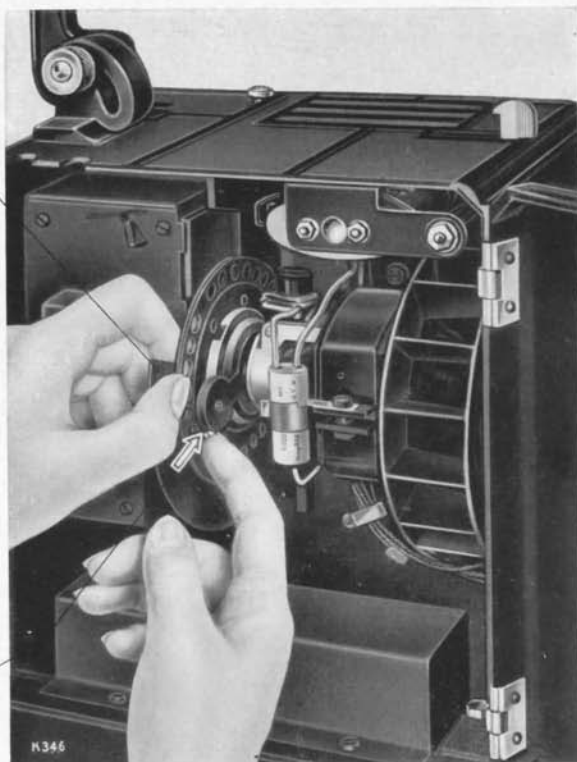

Abb. 27
4. Umlaufblende (Abb. 27) einstellen
Bei Umstellung der einen Blendenform in die andere kleinen Schieber (Abb. 27) gegen die Achse drücken und Sektoren der Blende gegeneinander verdrehen. Nach geringer Drehung kleinen Schieber loslassen und Sektoren so lange verschieben, bis Raste mit hörbarem Geräusch einspringt (Sektoren beim Drehen möglichst innen anfassen) s. Abb. 27.